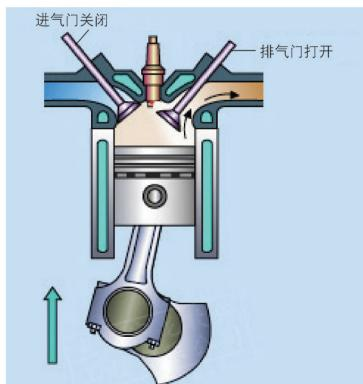

图 2-4 排气行程
④ 排气行程。当做功接近终了时，排气门开启，进气门仍然关闭，如图2-4所示，靠废气的残余压力先进行自由排气，活塞到达下止点再向上运动时，继续把废气强制排到大气中去，活塞越过上止点后，排气门关闭，排气行程结束。由于燃烧室容积的存在，不可能将废气全部排出气缸。受排气阻力的影响，排气终了时，气体压力仍高于大气压力，约为0.105~0.115MPa，温度约为900~1200K。